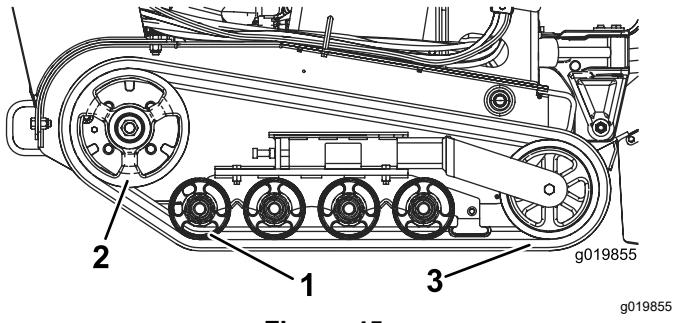

Figura 45
Importante: Assicuratevi di pulire a fondo le ruote non motrici e la ruota motrice (Figura 45). Quando sono pulite, le ruote non motrici devono girare liberamente.
- Avvolgete il cingolo nuovo sulla ruota, iniziando dalla ruota motrice e controllando che i denti del cingolo si posizionino tra i distanziali della ruota (Figura 45).
- Spingete il cingolo sotto le ruote non motrici (Figura 45).